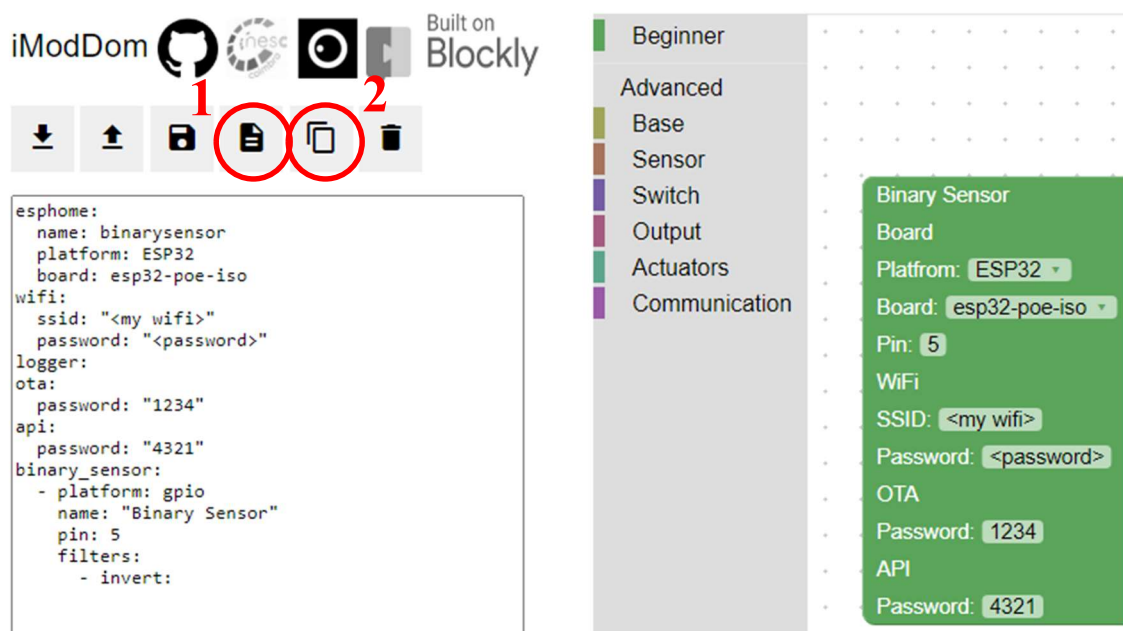

Figura 5 - Gerar e Copiar o Código
3. Clique no ícone do ficheiro para gerar o código a ser utilizado e de seguida clique no ícone de copiar para copiar todo o código (Figura 5).